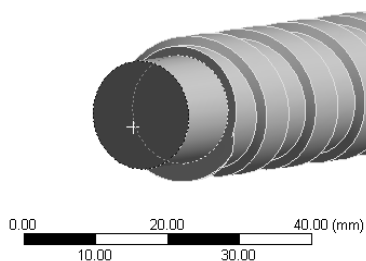
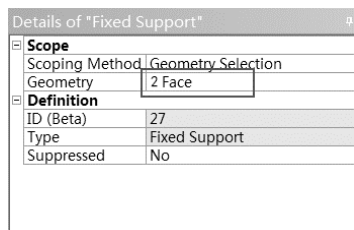

图 7-71 选择约束端面
图 7-72 确认约束
Step3 按住 Ctrl 键 选择丝杆的两个端面 如图 7-71 所示。在 Details of “Fixed Support” 栏中单击 Geomtry 中的 Apply 按钮，如图 7-72 所示。